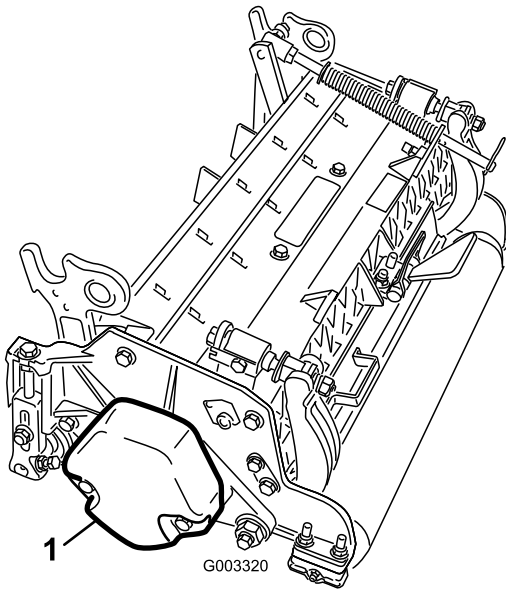

图6
1. 在 2 号和 4 号滚刀组上，卸下将配重块固定至滚刀组左侧的 2 个平头螺丝。拆下配重块（图6）。